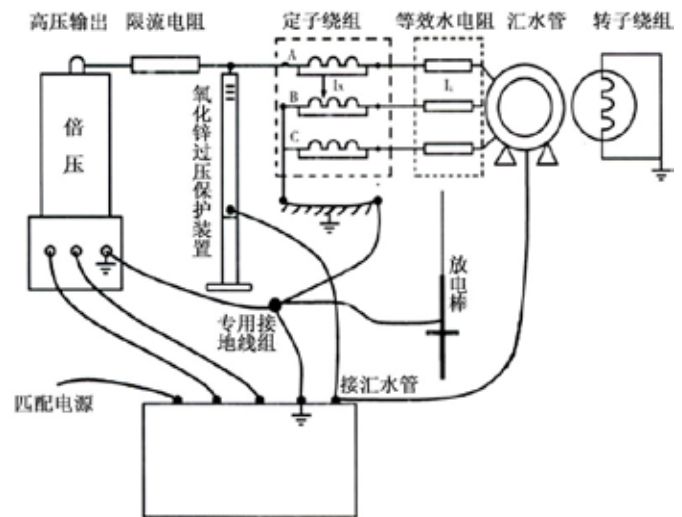

图6试验回路接线图
5.1.2 将操作箱、倍压筒放置到合适位置按照图 6 分别联接好电源线、联接电缆和接地线，并将外附氧化锌过压保护装置和限流电阻联接好。保护接地线与工作接地线及放电棒的接地线均应单独接到发电机机壳接地线上(即一点接地)。严禁各接地线相互串联。为此，应使用 ZGS 专用接地线(见图 6)。氧化锌过压保护装置接线应选择适当抽头，使之在所需试验电压时电流 $\leq 1\text{mA}$ ，而过压后电流会迅速上升从而起到过压保护作用。
5.3.1 在进行 5.1-5.2 检查试验确认试验器无异常情况后，即可开始进行直流泄漏及直流耐压试验。按照图 6 将试验回路联接好。检查无误后即打开电源。